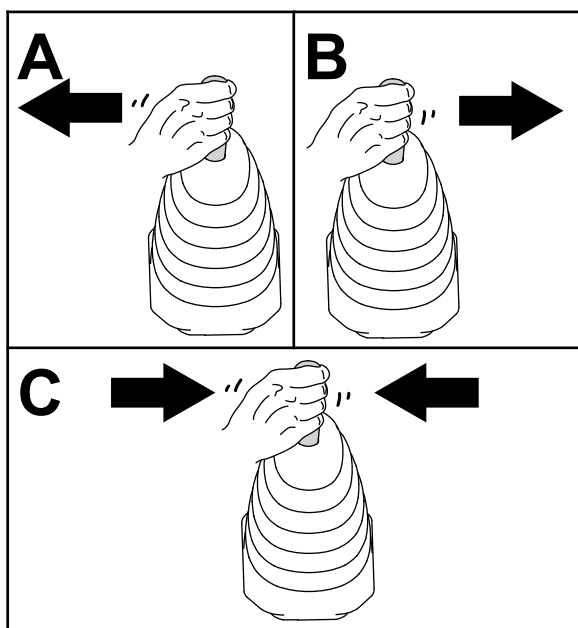

Figura 51
4. Mova o joystick do carregador para a esquerda, para a direita e para trás para a posição de PONTO MORTO para aliviar a pressão nos acopladores hidráulicos (Figura 51).